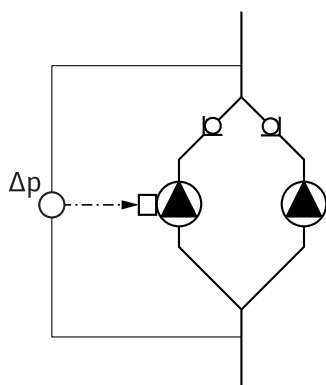

Fig. 18: Példa, nyomáskülönbség-jeladó csatlakozása
- A Fig. 18 ábrán látható példában a fő szivattyú az áramlási irány szerinti bal oldali szivattyú. Ehhez a szivattyúhoz kell csatlakoztatni a nyomáskülönbség-jeladót.
- A fő szivattyú nyomáskülönbség-jeladója mérési pontjainak az ikerszivattyús telep szívó- és nyomóoldalán lévő adott gyűjtőcsőben kell lennie (Fig. 18).